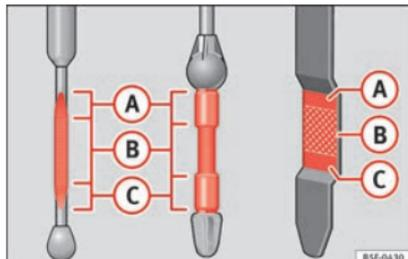

Fig. 207 Varillas de medición del nivel de aceite.
La varilla indicadora del nivel de aceite indica el nivel de aceite de motor. » **fig. 207.**
- El nivel de aceite no debe sobrepasar nunca la zona (A) » fig. 207. ¡Peligro de dañar el sistema de escape!